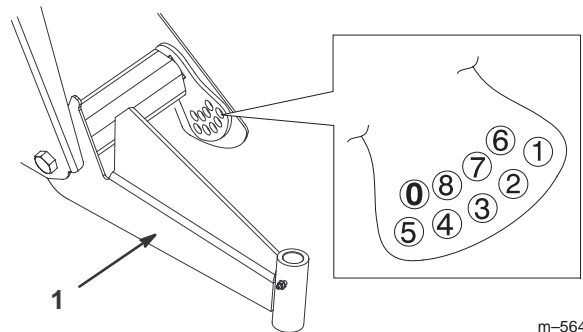

**Bild 25**
2. Entfernen Sie die Anschlagsschraube (Bild 25).
3. Lockern Sie die Zentrierschrauben im vorderen A-Arm (Bild 25).
4. Entfernen Sie die Fahrhöhe-Einstellschraube (Bild 25).
5. Drehen Sie den vorderen A-Arm in die gewünschte Stellung (siehe den nachstehenden Hinweis) und schrauben die Fahrhöhe-Einstellschraube wieder ein (Bild 25).
7. Setzen Sie die Anschlagsschraube (Bild 25) wieder ein.